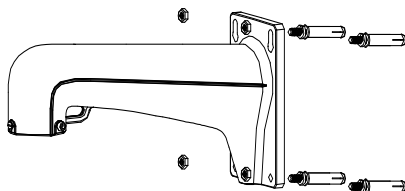

図 2-25 取付金具の固定
- 図 2-25 の取付金具はスピードドームシリーズに推奨されているものです。他の取付金具を使う場合はペンダントアダプターが必要です。